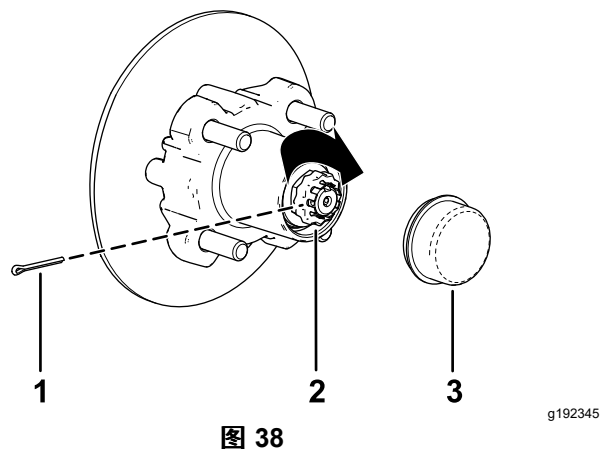

图 38
- 将卡环安装到螺母上检查卡环内的槽与主轴上开口销孔的对齐情况图 38。
- 安装开口销并扳弯卡环周边的各个腿图 38。
- 将防尘盖安装到轮毂上图 38。